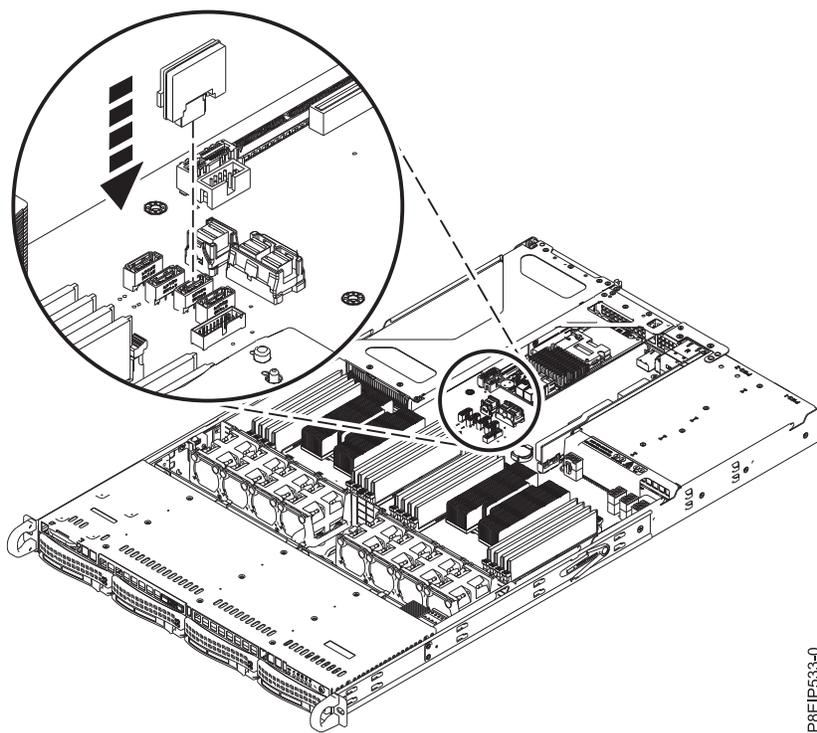

Figura 10. Instalación de una DOM
2. Instale la DOM en la placa posterior del sistema, en las posiciones **(A)**, como se muestra en la Figura 10. En función del modelo de DOM, también puede que tenga que conectar un cable de alimentación pequeño para la DOM. Asegúrese de conectar los conectores correctamente.